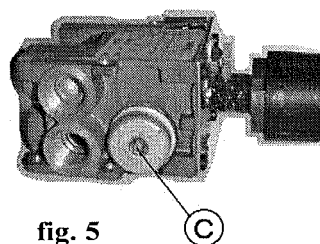

fig. 5
Con l'apparecchio in funzione agire con un cacciavite sulla vite C del regolatore di pressione (vedi fig.5) fino ad ottenere il valore di pressione all'iniettore come da precedente tabella. Spegner il bruciatore e riavviarlo per ulteriore verifica.
4. ruotare completamente in senso orario la vite C (vedi fig. 5) del regolatore di pressione fino al suo fine corsa (così facendo si esclude completamente la funzione del regolatore e la pressione all'ugello principale è pari a quella di alimentazione in rete).